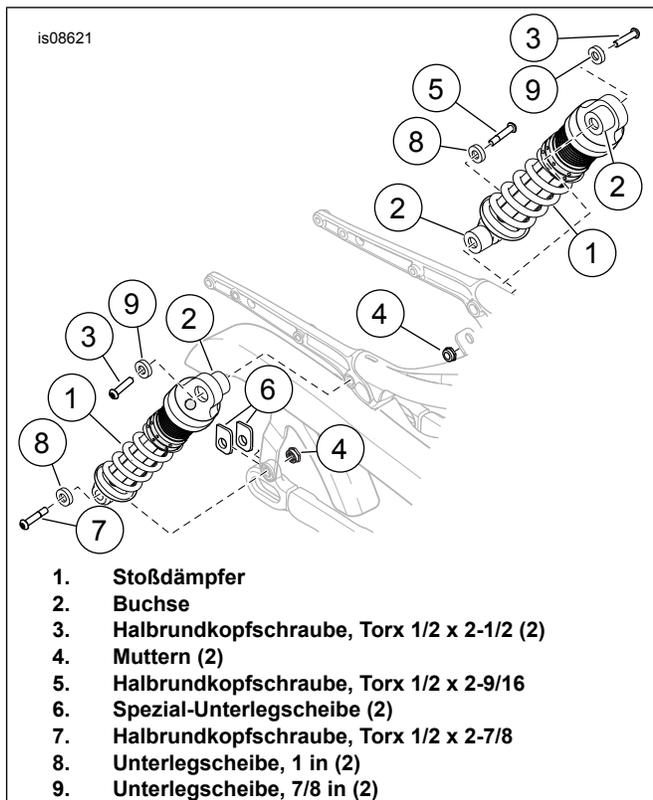

Abbildung 1. Einbau des Hinterradstoßdämpfers
1. Siehe Abbildung 1. Die obere Stoßdämpfer-Befestigungsschraube (3) lose an **beiden Seiten** anbringen: Die Buchse (2) so ausrichten, dass sie zur Innenseite zeigt. Die obere Stoßdämpferöse am Rahmen anbringen:
- a. Sicherstellen, dass die Buchse (2) zum Fahrzeug zeigt.
- b. Die untere Befestigungsschraube (7) durch die Unterlegscheibe (8) und die untere Stoßdämpferöse schieben.
- d. Die untere Befestigungsschraube durch eine Spezialunterlegscheibe (6) schieben.
- f. Die untere Befestigungsschraube durch eine Spezialunterlegscheibe (6) schieben.
- g. Loctite® 243 (blue) auf die untere Stoßdämpferschraube auftragen. Die Mutter (4) anbringen.
*Die untere rechte Befestigungsschraube muss bei japanischen Modellen von der Innenseite der Hinterradschwinge aus eingesetzt werden (in entgegengesetzter Richtung wie in Abbildung 1). Für diesen Schritt ist der Aus- und Einbau des Hinterrads erforderlich.*